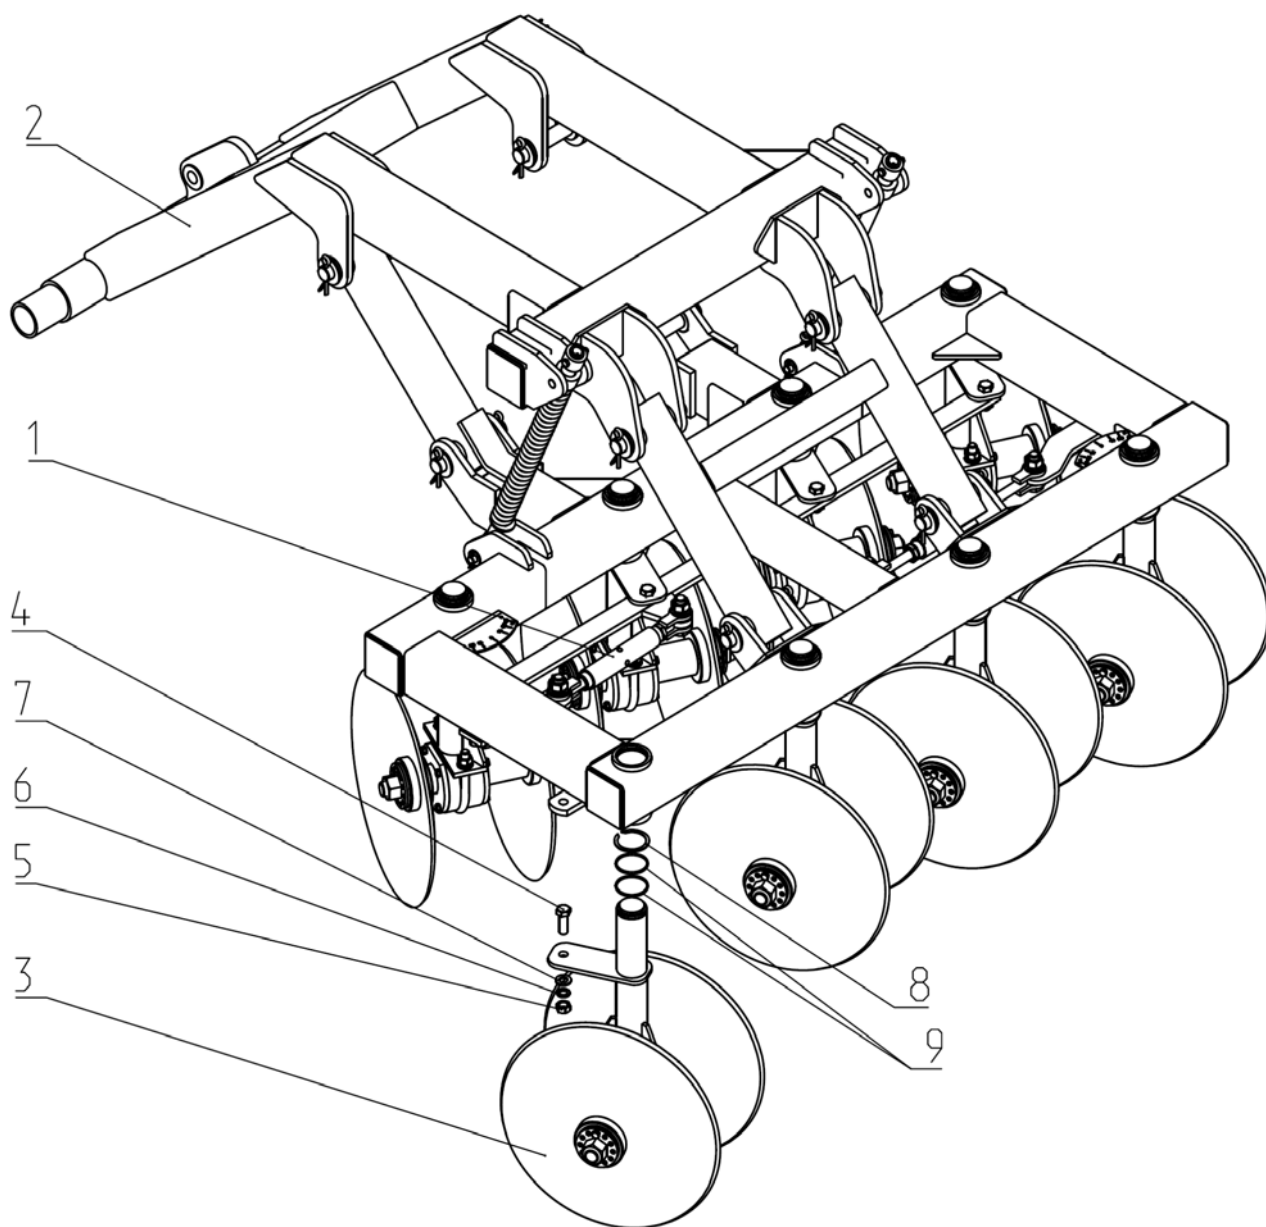
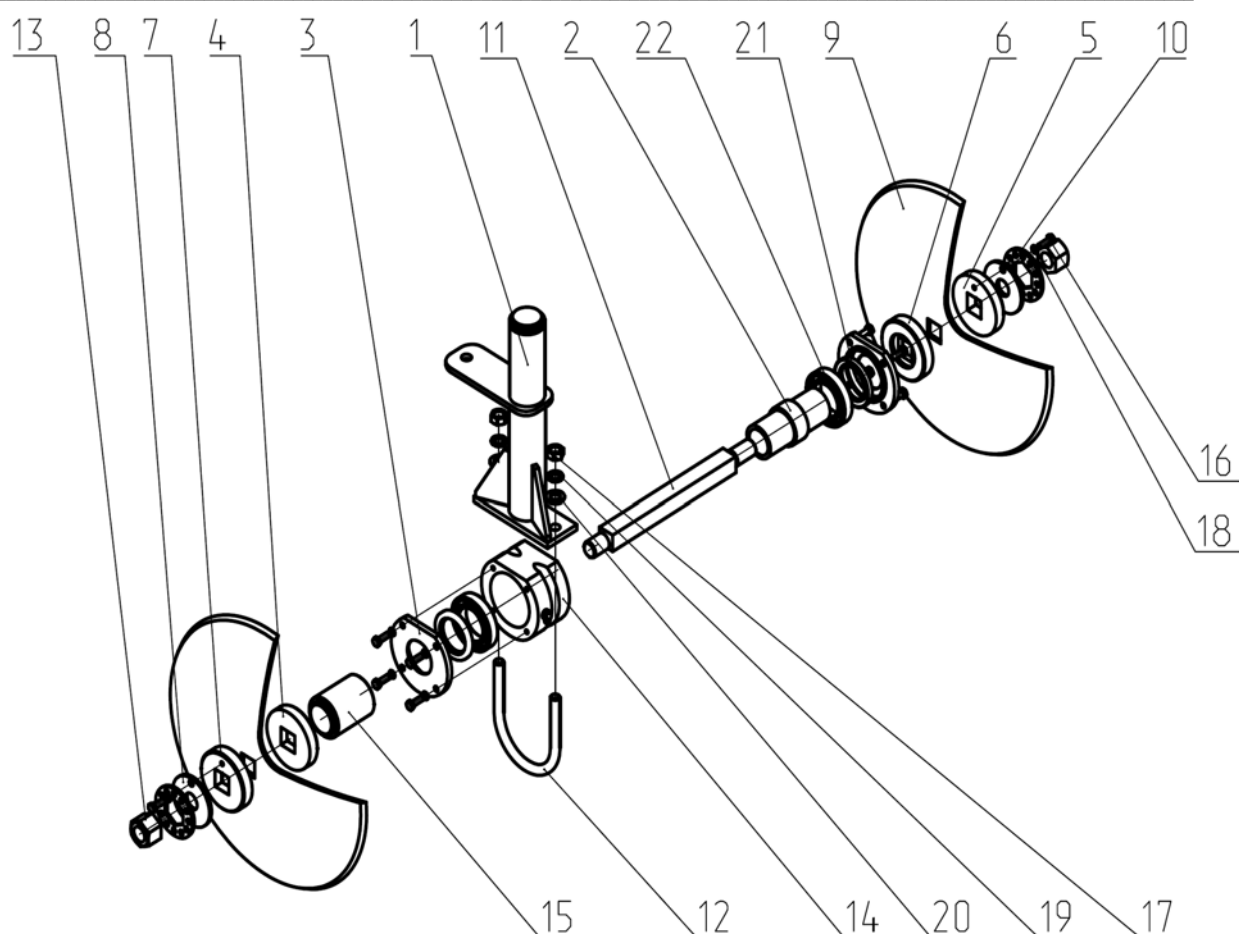

Рис.4. ЛДГ 00.010 Секция центральная в сборе.
Рис.5. ЛДГ 02.060 Рабочий орган.
2.12. Секция центральная в сборе (Рис.4) состоит из рамы несущей 2, с помощью которой она присоединяется к снице при сборке луцильника, перед его эксплуатацией, рабочих органов 3 в количестве 8 штук. Рабочие органы вставляются в раму несущую и крепятся кольцом 8. Кольца 9 служат уплотнением для удержания смзки в полости втулок, в которые вставляются рабочие органы.
2.13. Талреп 1 служит для установки угла атаки. Угол атаки рабочих органов секции центральной выставляется постоянным и равен 25° . Рабочие органы устанавливаются согласно Рис. 4.
2.15.Рабочий орган (Рис.5) состоит из стойки 1, закрепленной на раме секции центральной кольцом 8 (Рис.4). Диски 9 собираются на оси 11, вставленной в корпус 14, через втулку 2.
1-ЛДГ 02.802 Корпус в сборе(аналог корпуса Рис. 5); 2-ЛДГ 02.101 Шпулька; 3-ЛДГ 02.404 Упор выпуклый; 4-ЛДГ 02.404-01 Упор выпуклый; 5-ЛДГ 02.405 Упор вогнутый; 6-ЛДГ 02.405-01 Упор вогнутый; 7-ЛДГ 02.406 Шайба; 8-ЛДГ 02.411 Диск; 9-ЛДГ 02.431 Шайба; 10-ЛДГ 02.601 Ось; 11-ЛДГ 02.609 Гайка; 12-Болт М8х25 ГОСТ 7798; 13-Шайба 8.65Г ГОСТ 6402.
1-ЛДГ 02.802-01 Корпус в сборе(аналог корпуса Рис. 5); 2-ЛДГ 02.101 Шпилька; 3-ЛДГ 02.404 Упор выпуклый; 4-ЛДГ 02.404-01 Упор выпуклый; 5-ЛДГ 02.405 Упор вогнутый; 6-ЛДГ 02.405-01 Упор вогнутый; 7-ЛДГ 02.406 Шайба; 8-ЛДГ 02.411 Диск; 9-ЛДГ 02.431 Шайба; 10-ЛДГ 02.601 Ось; 11-ЛДГ 02.609 Гайка; 12-Болт М8х25 ГОСТ 7798; 13-Шайба 8.65Г ГОСТ 6402.